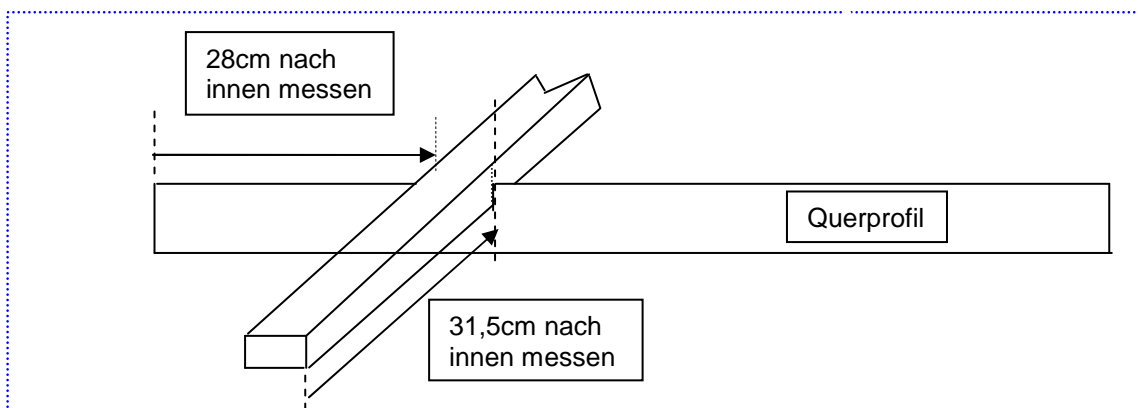

Abb. 3
9. Nehmen Sie einen der Dachbalken und messen Sie von einem Ende 31cm nach innen. (s. Abbildung 3).